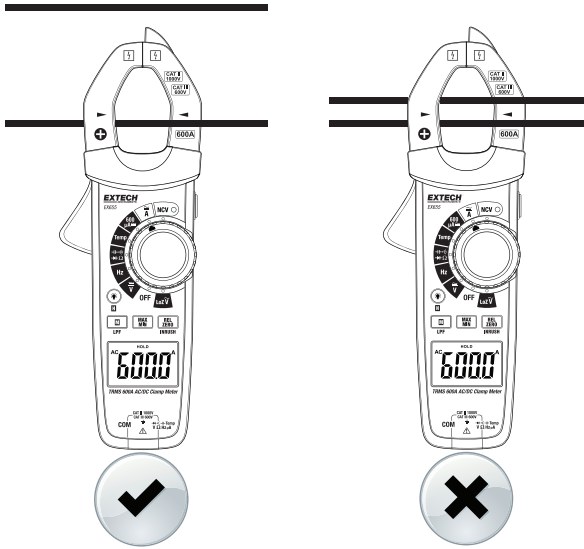

Fig. 4-3 Colocación correcta e incorrecta de la pinza
4. Presione el gatillo para abrir la quijada de la pinza. Encierre completamente un solo conductor en las quijadas (Consulte la Fig. 4-3). Para obtener resultados óptimos, centre el conductor en las quijadas.